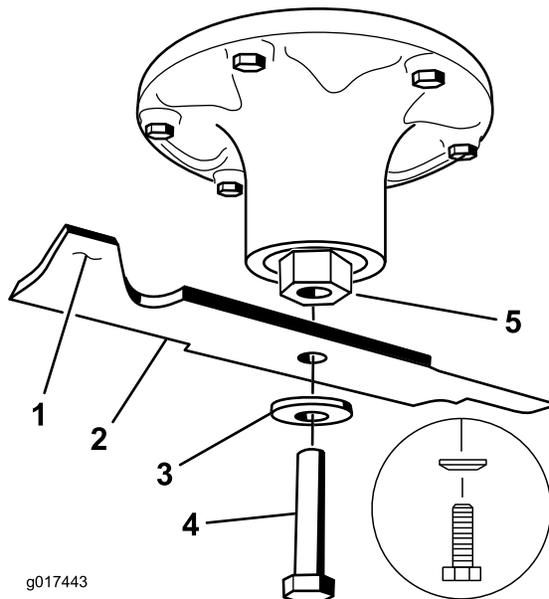

Figure 81
2. Enlevez de l'axe, le boulon, la rondelle bombée et la lame (Figure 81).